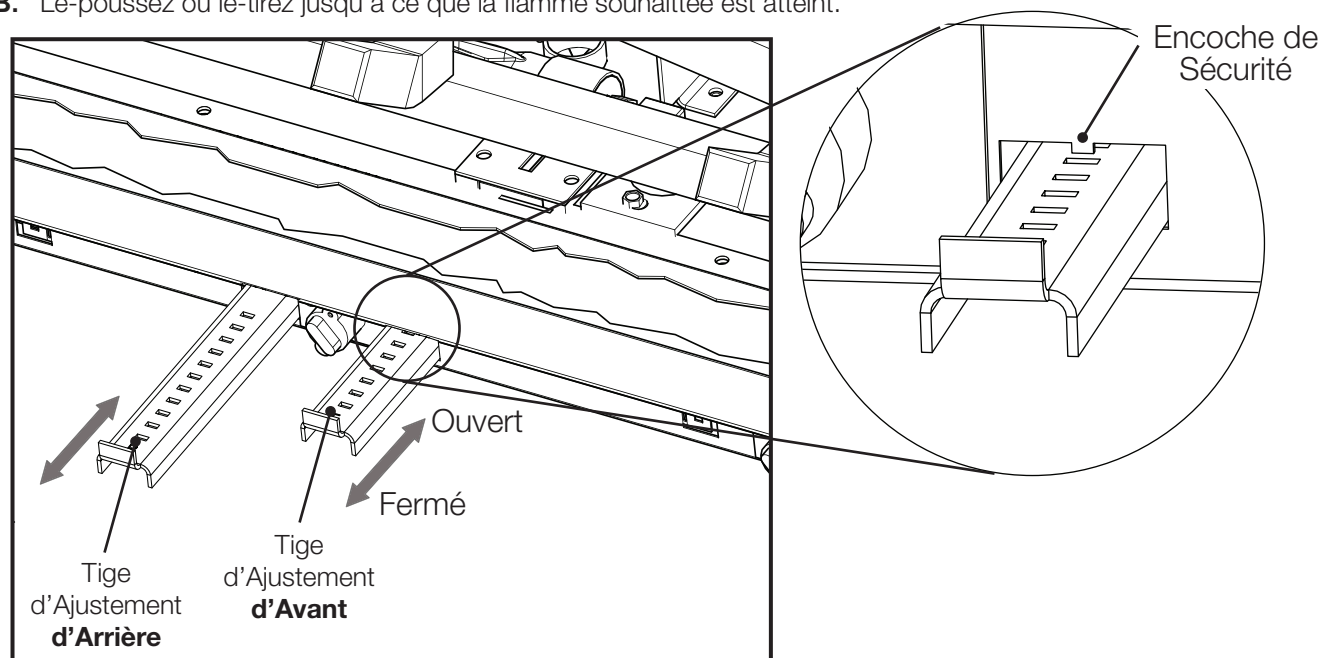

Fig. 1
Le réglage de l'air fin doit être effectué à l'aide du levier pour obtenir la flamme souhaitée (**FIG. 1**).
- Placez le tige d'ajustment dans le milieu de l'ouverture afin de le-dégager les encoches de sécurité (**Fig. 1**).
- Retirez les 4 vis servant à fixer l'assemblage de bûche. Le retirez et mettez de côté **(Fig. 1)**.